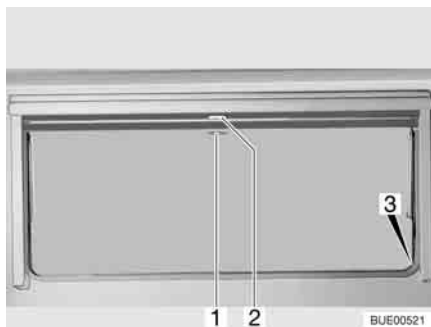

Fig. 34 Finestra apribile
- Tirare verso il basso l'oscurante a rullo accompagnandolo con la maniglia (Fig. 34,2). Quando si chiude completamente l'oscurante a rullo esso va agganciato da entrambi i lati al telaio della finestra nell'apposito elemento di fissaggio (Fig. 34,3).
- Quando l'oscurante a rullo è completamente chiuso: Spingere la maniglia (Fig. 34,2) verso il basso tirandola leggermente verso l'interno. Sganciare l'oscurante a rullo dagli elementi di fissaggio a destra e a sinistra del telaio della finestra.
- Quando l'oscurante a rullo si trova in posizione intermedia: Tirare la maniglia (Fig. 34,2) leggermente verso il basso finché l'elemento di fissaggio non si è sganciato.
- Tirare la maniglia (Fig. 34,1) della zanzariera a rullo verso il basso e agganciarla all'elemento di fissaggio (Fig. 34,3) su entrambi i lati del telaio della finestra.
- Spingere la maniglia (Fig. 34,1) verso il basso tirandola leggermente verso l'interno. Sganciare la zanzariera a rullo dagli elementi di fissaggio a destra e a sinistra del telaio della finestra.